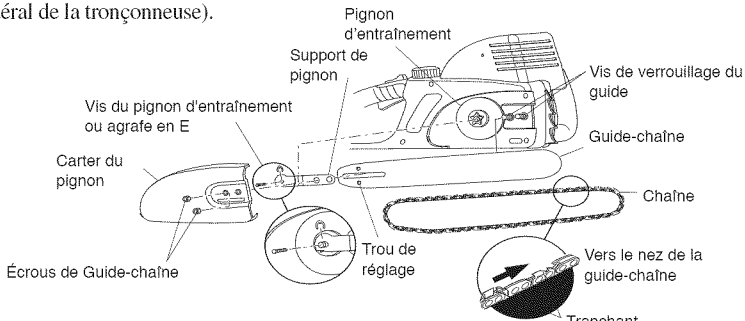

Figure 4 - Montage de la guide-chaîne et de la chaîne
3. Desserrez et retirez la vis du pignon d'entraînement ou l'agrafe en E de l'arbre (Voir la Figure 4). Retirez le support du pignon.
6. Placer la chaîne autour du pignon d'entraînement, ensuite le long de la rainure supérieure du guide-chaîne et autour du nez du guide-chaîne. **Note :** S'assurer que la face tranchante des maillons de la chaîne soit placée dans la bonne direction. Placer la chaîne de façon à ce que la face coupante des maillons sur le secteur supérieur du guide-chaîne soit dirigée vers le nez du guide-chaîne (Voir la Figure 4 et le voyant sur le capot latéral de la tronçonneuse).
9. Tout en tournant le bouton de tension de chaîne (Modèle RM1635W) ou la vis de tension de chaîne (Modèle RM1632A), ajustez la position du bloc d'ajustement jusqu'à ce qu'il soit aligné et inséré dans le trou d'ajustement sur la barre de guidage (Voir les Figures 4, 5 et 6). Le fait de tourner le bouton de tension de chaîne ou la vis de tension de chaîne dans le sens des aiguilles d'une montre déplacera le bloc d'ajustement vers l'arrière de la barre de guidage. Le fait de tourner le bouton de tension de chaîne dans le sens des aiguilles d'une montre déplacera le bloc d'ajustement vers l'avant de la barre de guidage.